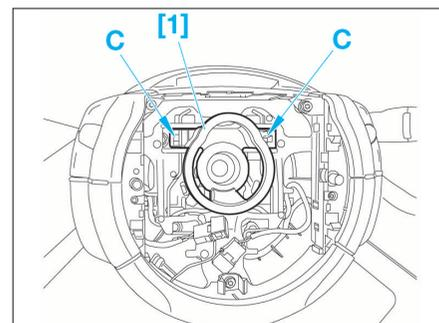

FIG. 4
- Cliquer l'outil [1] en "C" sur le volant de direction à commandes centrales fixes (Fig.4).